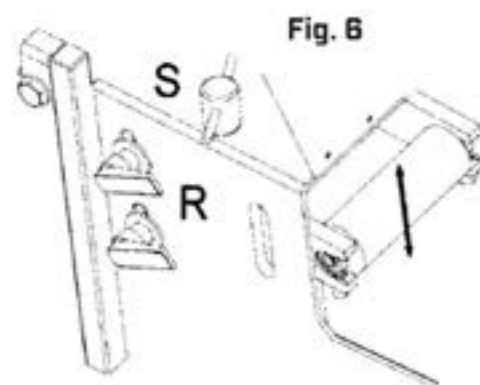

Fig 6. Justering av sliprullens höjd.
1. Lossa båda spännpakarna R (Fig. 6)
2. Justera sliprullens höjd med justeringsskruven S (Fig. 6)